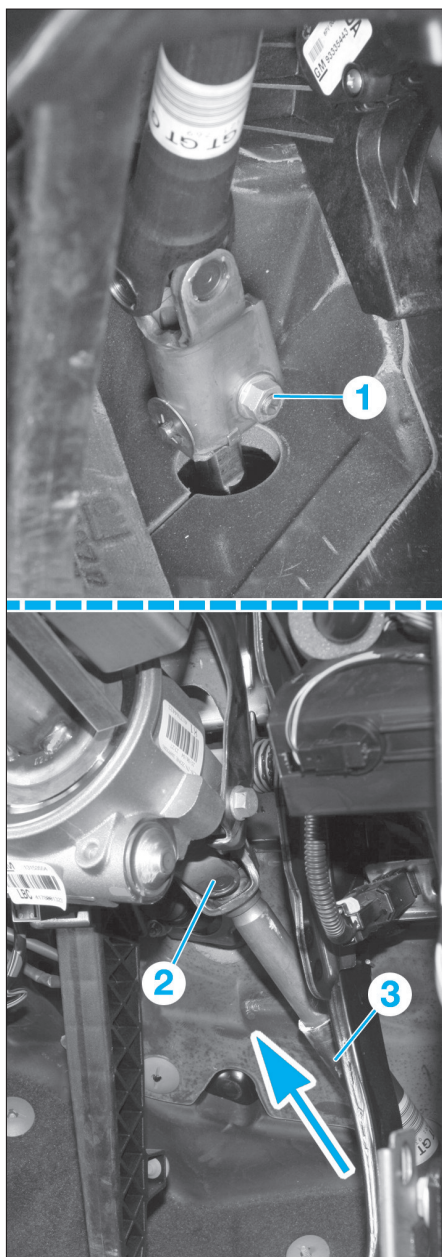
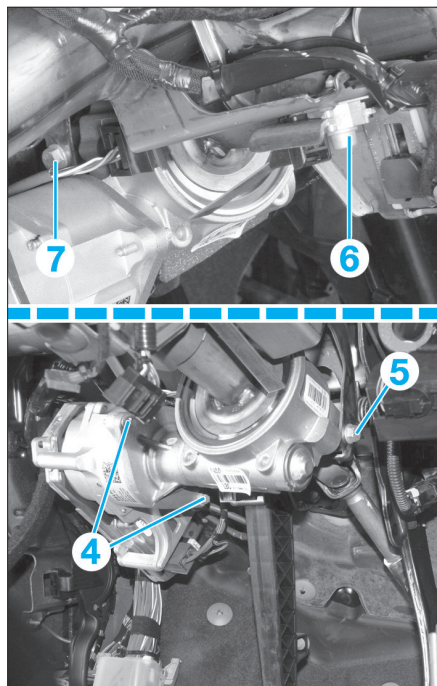

FIG. 7
FIG. 8
- la vis inférieure (1) et supérieure (2) de l'arbre intermédiaire (3) (Fig.7),
- les 2 vis de fixation (4) du moteur électrique d'assistance (Fig.8).
- l'arbre intermédiaire (3) du boîtier de direction en le rétractant vers le haut (Fig.7),
- l'arbre intermédiaire (3) de la colonne de direction.
- les écrous de fixation de renfort (5) (Fig.8),
- les écrous supérieurs (6) de fixation de colonne de direction,
- les écrous inférieurs (7) de fixation de colonne de direction,